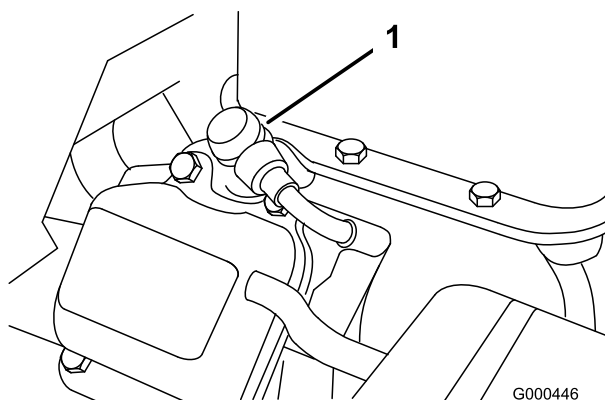

Figura 23
1. Desconecte el cable de la bujía (Figura 23).